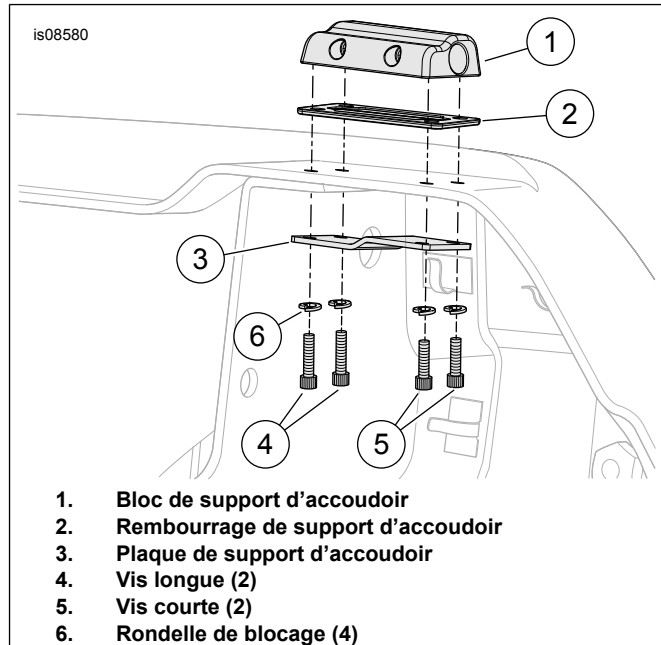

Figure 2. Installation des blocs de support d'accoudoir
5. Voir la Figure 2. Placez la plaque de support (3) d'accoudoir sur la face inférieure de la carrosserie dans l'orientation illustrée, en alignant les trous.
6. En utilisant les vis longues (4) à l'arrière, serrez le bloc de support (1) d'accoudoir, le rembourrage (2) et la plaque (3) à la carrosserie. Serrez.